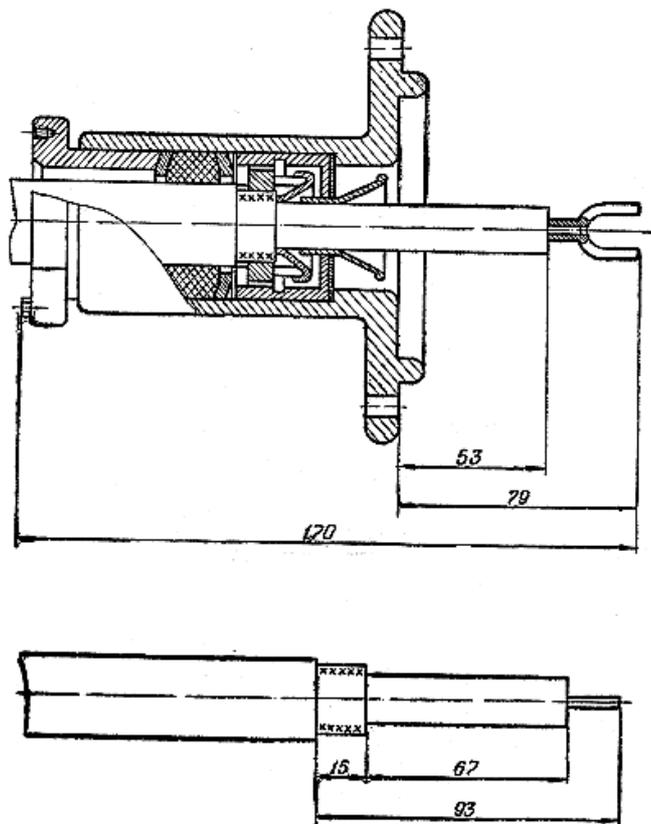

Рис. 4. Разделка конца фидера в сальнике
6.12. Разделать конец фидера по размерам, указанным на рис. 4, и припаять наконечник к токоведущей жиле фидера.